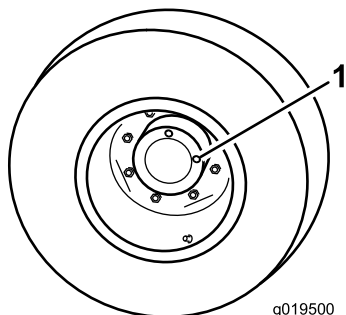

Figura 68
1. Con la macchina parcheggiata su una superficie piana, posizionate la ruota in modo che un tappo (Figura 68) si trovi nella posizione ore 12 e l'altro a ore 3.
1. Tappo di controllo (2)
2. Rimuovete il tappo a ore 3 (Figura 68). L'olio deve essere in fondo al foro del tappo di controllo.